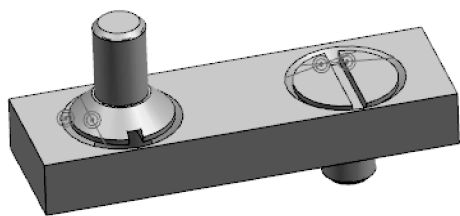

图 6-47 装配第2个螺钉
- 08 同理，在随后弹出的【装配约束】对话框中，为装配重复的螺钉组件设定【同心】类型，然后选择相同的约束参考，完成第2个螺钉的装配，结果如图6-47所示。